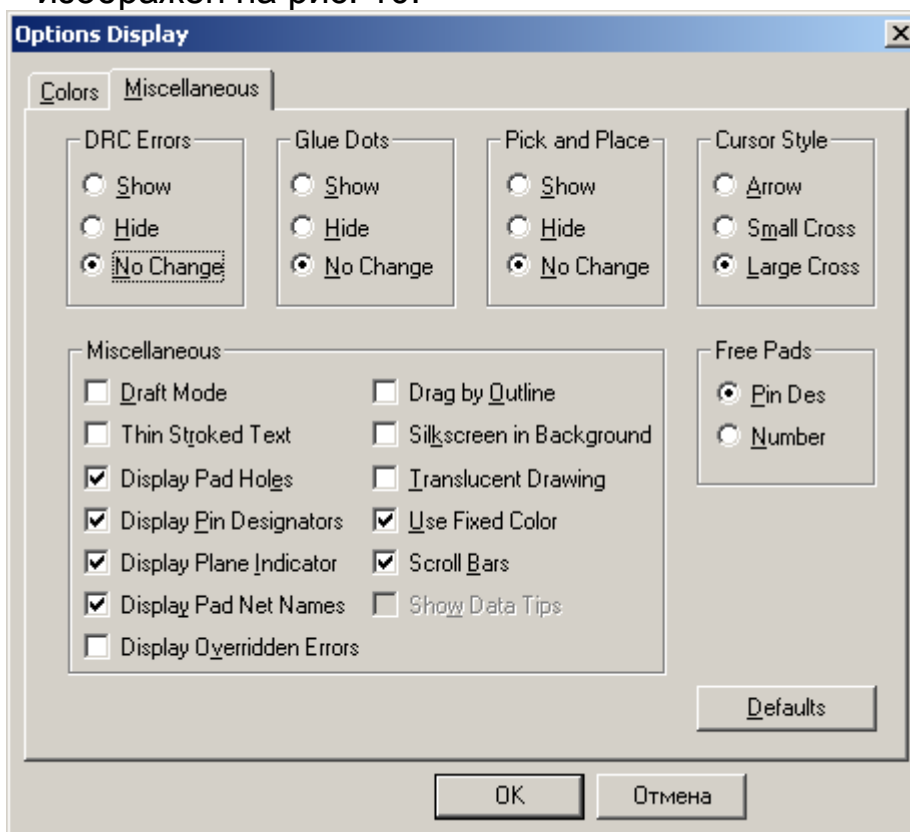

Рис. 10 Команда **Options Display**, вкладка **Miscellaneous**
5.4 Перейдите на вкладку **Miscellaneous**, вид которой изображен на рис. 10.
5.10 Установите в поле **Miscellaneous** флажки так, как показано на рис. 10 и нажмите кнопку **OK** для выхода из данной команды с сохранением внесенных изменений.